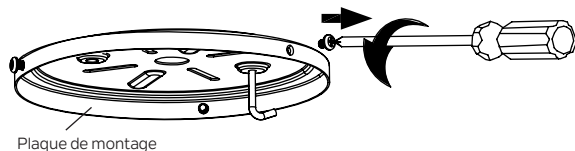

Fig. 10
Étape 1. Retirez l'une des trois vis de la plaque de montage et conservez-la pour une utilisation ultérieure. Desserrez les deux autres (ne les retirez pas). (Fig. 10)